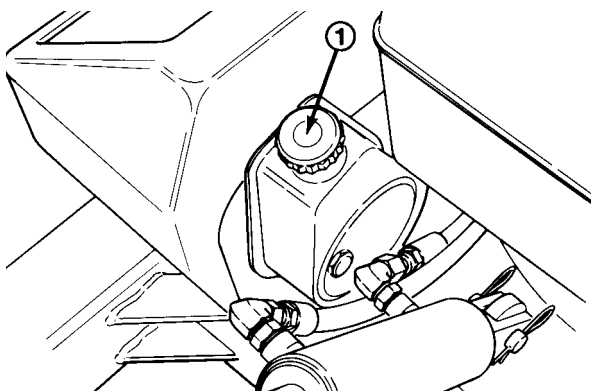

Bild 25
2. Eine Wanne unter die Pumpengruppe am Chassis (Bild 25) stellen.